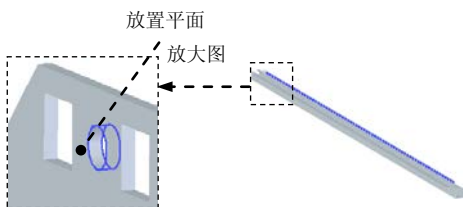

图 8.13.182 孔 1
Step7. 创建图 8.13.182 所示的孔特征 1。
(1) 选择命令。单击“主页”功能选项卡“钣金”工具栏中的“打孔”按钮。
(2) 定义孔的参数。单击按钮，在“类型(T):”下拉列表中选择简单孔选项，在“单位(U):”下拉列表中选择毫米选项，在“直径(D):”下拉列表中输入值 6，在“延伸”区域选择延伸类型为（全部穿透），单击确定按钮，完成孔参数的设置。
(3) 定义孔的放置面。选取图 8.13.182 所示的模型表面为孔的放置面，在模型表面单击完成孔的放置。